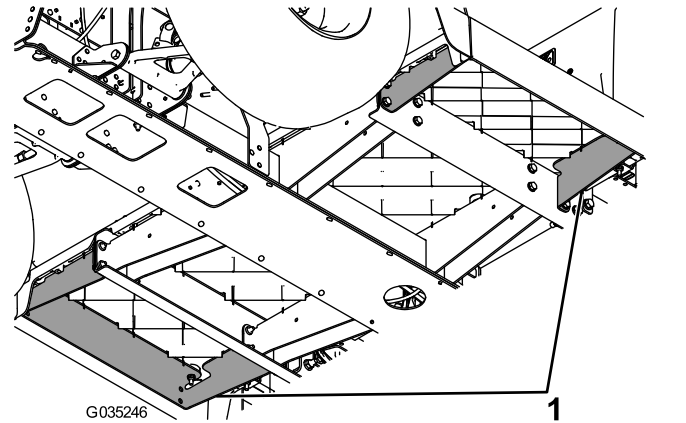

Figur 3
2. Placera en domkraft under ramen för att stötta upp maskinens framdel (Figur 3).